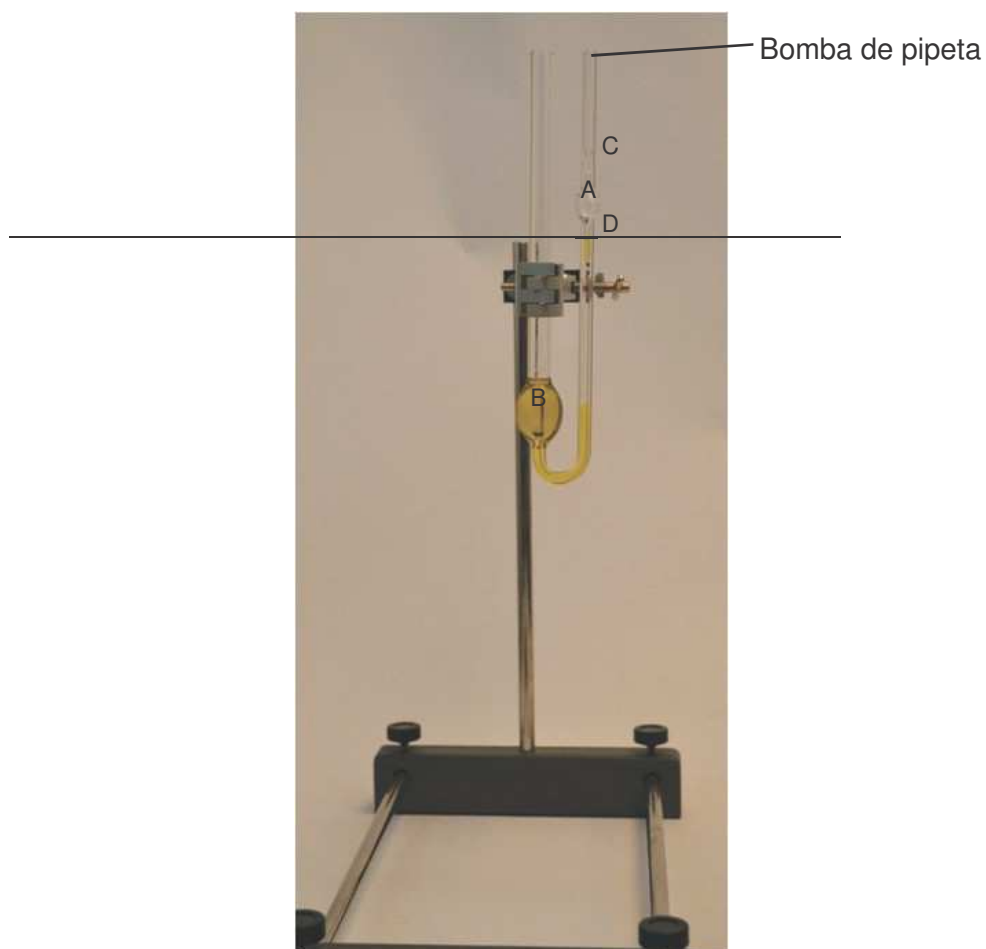

Figura 13-1
Es importante saber que hay dos ranuras grabadas arriba y debajo del bulbo A en la figura 13-1 que se usan para sincronizar los fluidos. Estas marcas grabadas están etiquetadas como C y D en la figura 13-1.
de la sala, t_1 es el tiempo que tarda el agua en moverse desde el punto C al punto D del viscosímetro (ver Figura 13-1), y t_2 es el tiempo que tarda el producto desconocido en moverse del punto C al punto D del viscosímetro.
1. Coloque el viscosímetro en el soporte como se muestra en la Figura 13-1.